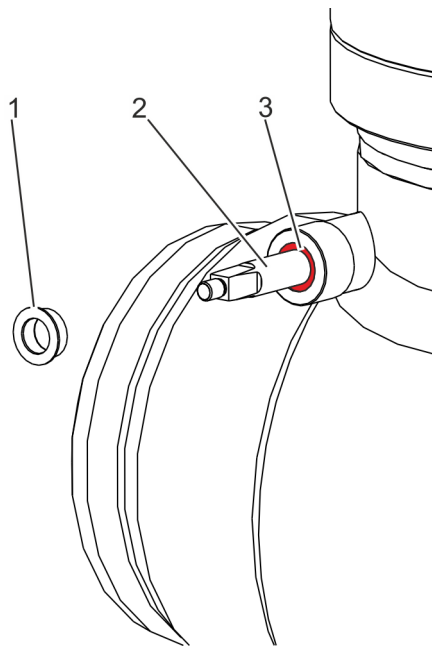

Fig. 43: Retrait de la garniture d'étanchéité
Retirer l'anneau presse-étoupe (Voir la Fig. 43/1) de l'arbre du clapet (Voir la Fig. 43/2).
Retirer la garniture d'étanchéité (Voir la Fig. 43/3) avec un tire-étoupe.
Placer une nouvelle garniture d'étanchéité (Voir la Fig. 43/3) sur l'arbre du clapet (Voir la Fig. 43/2).
- 18.** ► Placer un anneau presse-étoupe (Voir la Fig. 43/1) sur l'arbre du clapet (Voir la Fig. 43/2).